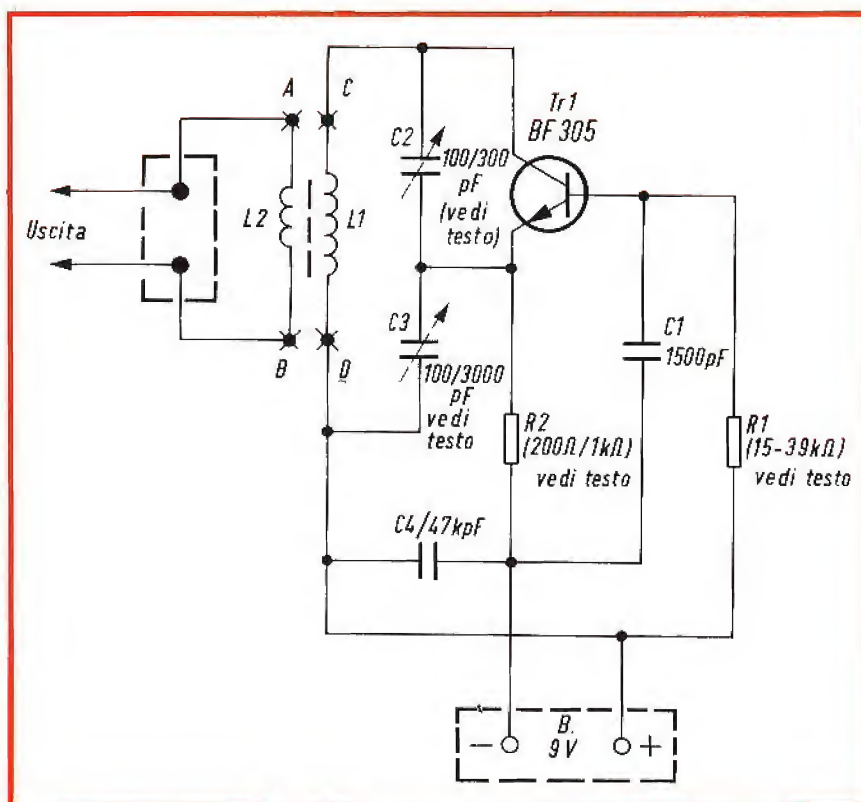

Fig. 2 - Schema elettrico rifatto per adattare il circuito ai transistori.
*Fig. 3 - Vista interna dell'apparato di fig. 2. Si tratta di un'esecuzione a valvole ma di tipo strettamente professionale. Il retro opera come dissipatore termico per il servomotore transistorizzato.*